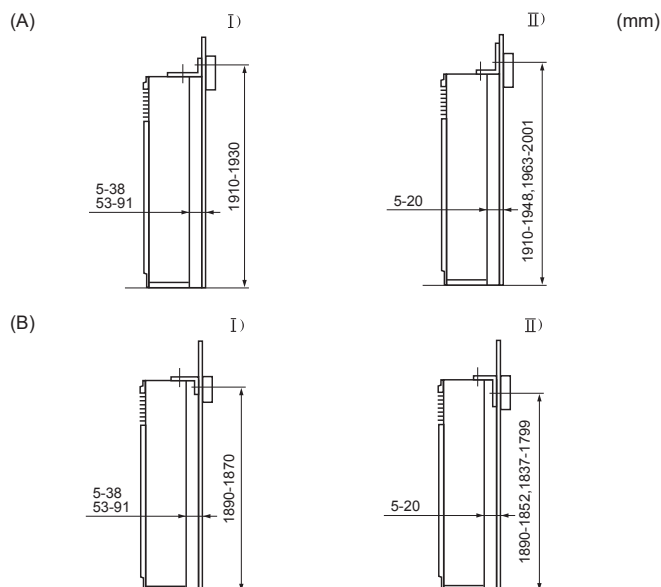

Fig. 3-3
El soporte antibasculante (1) se fija en la superficie superior de la unidad. Saque los tornillos (2) y vuelva a colocar el soporte como muestra la ilustración. Con respecto a las distancias de instalación apropiadas, consulte la Fig. 3-3.
- (D) Tornillo
3.3. Montaje del soporte antibasculante (Fig. 3-3)